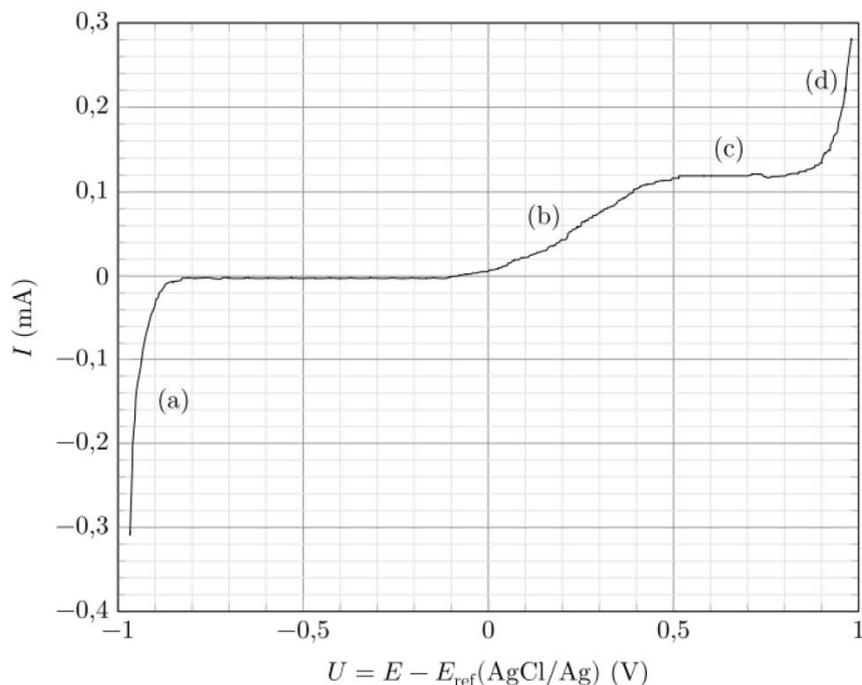

Figure 3 Courbe courant-potential complète d'une solution d'acide ascorbique avec électrode de travail en or fonctionnalisée
La solution est désaérée avant et pendant les mesures par bullage de diazote pour enlever le dioxygène dissous. Une pointe de spatule d'acide ascorbique ( $AscH_2$ ) est dissoute dans l'électrolyte avant le début des mesures. La courbe obtenue est présentée sur la figure 3.
- Q 3.** Réaliser un schéma légendé du dispositif expérimental utilisé pour tracer la courbe courant-potentiel complète représentée sur la figure 3.
- Q 5.** Expliquer l'allure de la courbe de la figure 3 en détaillant les phénomènes électrochimiques se produisant aux endroits de cette courbe repérés par les lettres (a), (b), (c) et (d).
On trace plusieurs courbes courant-potentiel en se plaçant dans les mêmes conditions que celles présentées pour le tracé de la figure 3.